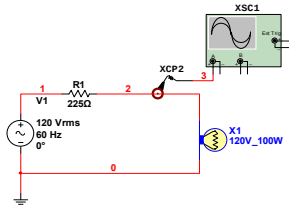
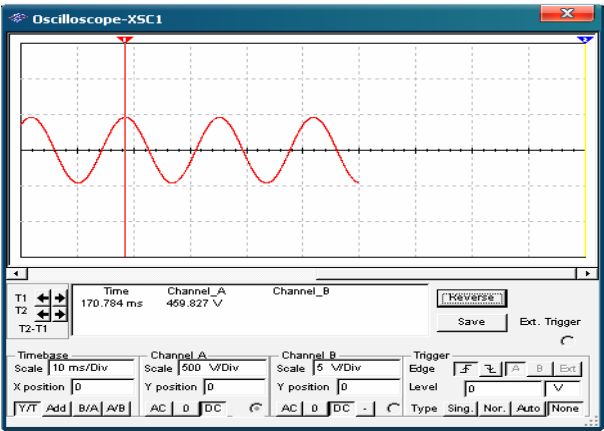

图 5-195 电流探针在电路中
图 5-196 示波器仪器面板显示结果
- 1) 电流探针在电路中，如图 5-195 所示。双击示波器的接线符号，显示其仪器面板，如图 5-196 所示。